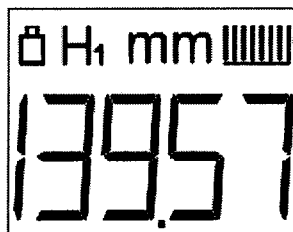

Рисунок 11 – Индикация толщины (первая точка калибровки)
5) Нажать клавишу на клавиатуре , после чего на основном индикаторе будет отображаться некоторое значение толщины (вероятно, неправильное), появится индикатор «Н1», а также начнет мигать индикатор «mm» (Рисунок 11).